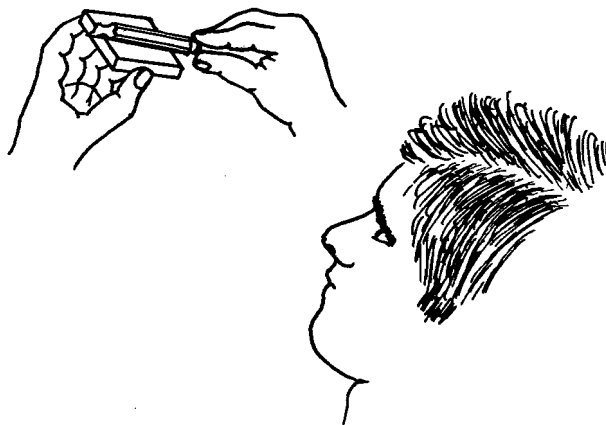

Fig. 3-2
1.2. Verificación.—Apoyar la arista de la regla de verificación sobre la superficie a verificar y situarse frente a una ventana, lámpara etc. para observar la rendija de luz que pasa entre esta y la pieza. (fig. 3.2).